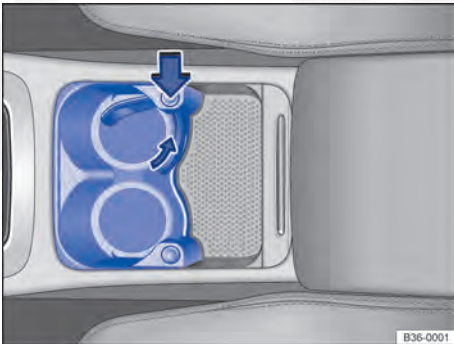

Fig. 127 No console central dianteiro: porta-copos (variante 1). Rebater o suporte no porta-copos aberto.
- Pressionar o botão ⇒ Fig. 127 (seta grossa) para girar o suporte para fora.
- Girar o suporte de volta ao console ⇒ Fig. 127 (seta menor). O suporte precisa se encaixar.